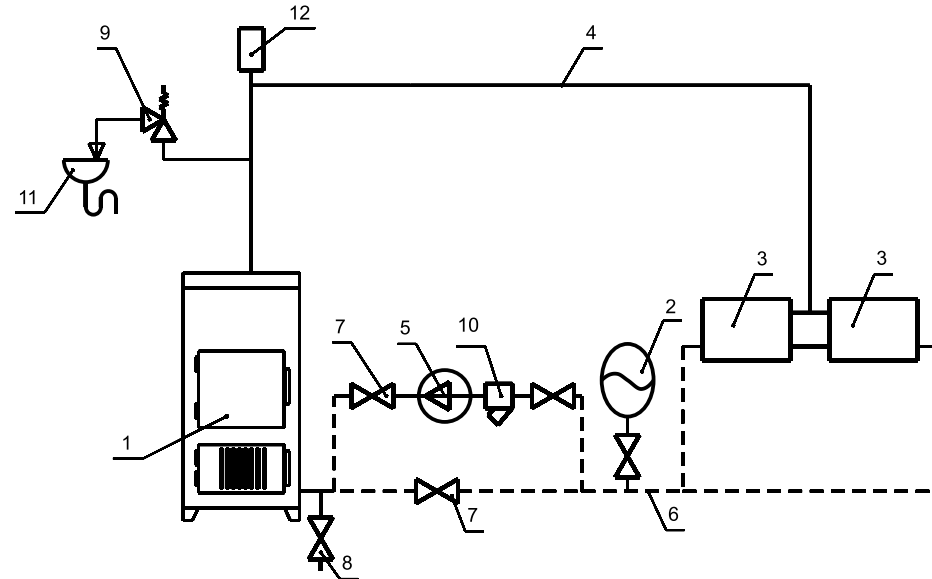
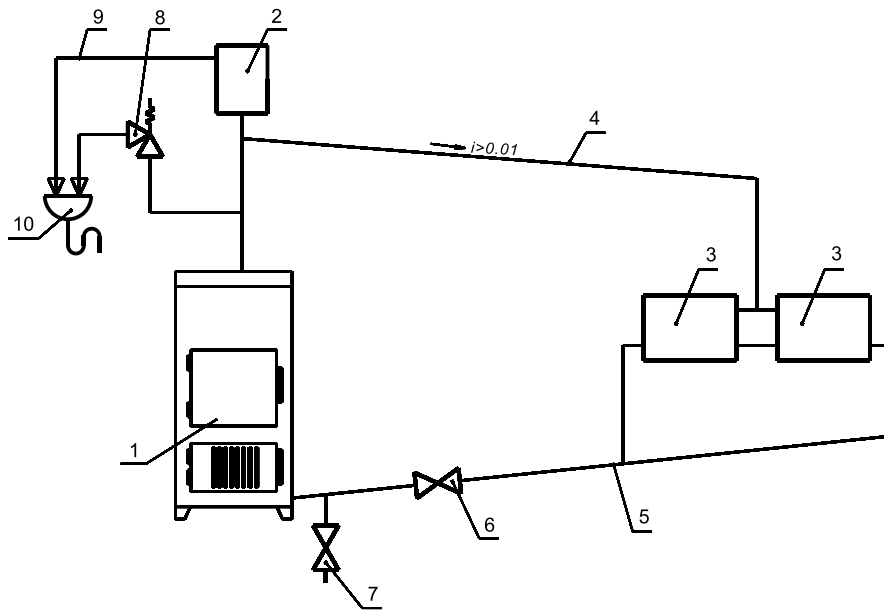

Рис. 4 Схема закрытой системы отопления
Рис. 5 Схема открытой системы отопления.
7.2. При наличии стука в системе (гидравлические удары по причине парообразования) – немедленно прекратить горение в топке и дать остыть воде до температуры 70°C, затем долить систему водой через кран (поз. 8 рис. 4) и вновь растопить аппарат.
7.3. В зимнее время, если потребуется прекратить топку на срок свыше суток, необходимо, во избежание замерзания, полностью освободить аппарат и систему отопления от воды, через сливные краны (поз. 8 рис. 4) или поз 7 (рис. 5).